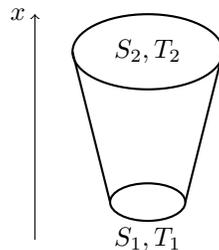

FIGURE 1 – Solide de section variable
**Exercice 4 :** Flux thermique dans un solide de section variable On considère un cône tronqué de hauteur  $h$  de sections  $S_1$  et  $S_2$  tel que  $S_2 > S_1$  comme le montre la figure 1. Le matériaux constituant le cône à une conductivité thermique qui dépend de la température suivant la loi  $\lambda = \lambda_0 - \alpha T$  où  $\alpha$  est une constante réelle positive. Les section inférieure et supérieur du cône sont respectivement maintenues aux température  $T_1 > T_2$  et la surface latérale est isolée.